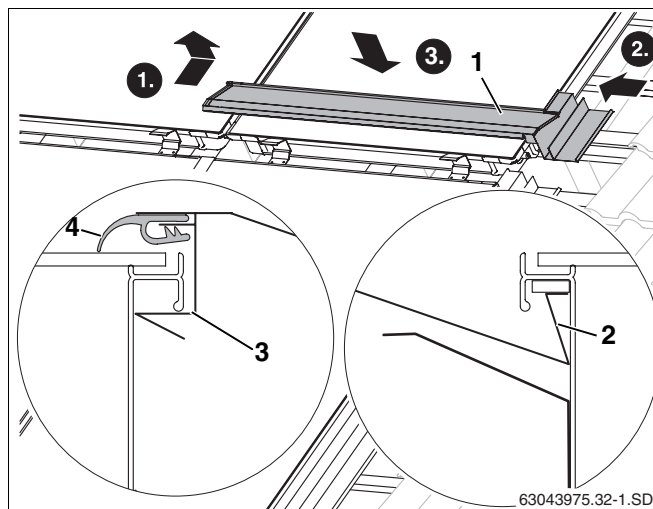

Рис. 52 Установка первого среднего накладного листа
- Уложить отогнутый край накладного листа (рис. 52, **поз. 2**) в раму коллектора.
- Подвести накладной лист (рис. 52, **поз. 1**) к коллектору и вставить в правый боковой накладной лист.
- При нажатии на лист он входит под раму коллектора (рис. 52, **поз. 3**).
- Сверху на коллектор нужно уложить резиновый язычок (рис. 52, **поз. 4**).